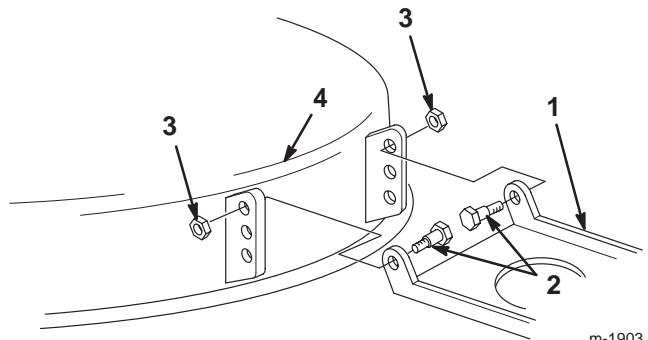

Bild 47
18. Bewegen Sie, wenn sich die 6- bis 16-mm-Neigung nach vorne nicht durch Drehen der Neigungseinstellmutter herbeiführen lässt, die Mähwerkbefestigungshalterung am Mähwerk (Bild 47).
19. Entfernen Sie die Ansatzschrauben und Sicherungsmuttern vom Mähwerk (Bild 47).
20. Verlegen Sie das Mähwerksgelenk ein Loch tiefer und installieren Sie die Ansatzschrauben und Sicherungsmuttern (Bild 47).